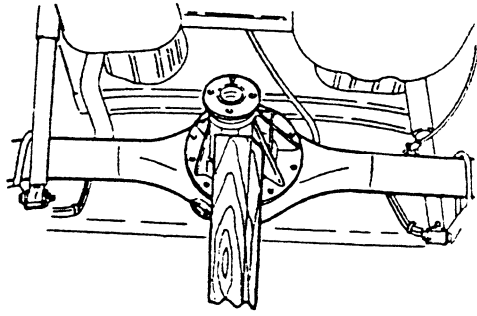

图 4-102 拆卸差速器总成
(1) 在拆卸传动轴时，应对正传动轴上的凸缘接头及差速器上连接凸缘的配合记号。注意可以用铁丝类暂时将传动轴固定在车体上。
(2) 拆卸差速器总成上的螺栓后，如图 4-102 所示，在差速器总成下侧用木锤敲击使